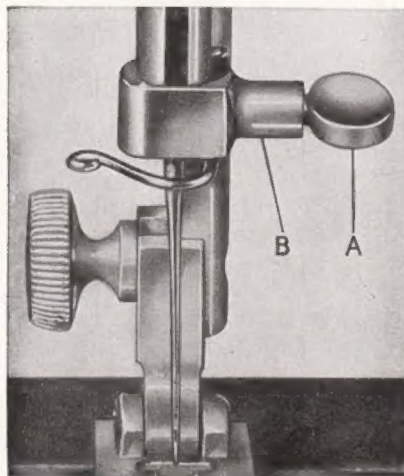

Abb. 3.
Die Nadelhalterschraube (A in Abb. 3) lösen. Die Nadel in den Nadelhalter (B) einsetzen und ganz nach oben schieben. Achten Sie darauf, dass die flache Seite der Nadel von Ihnen abgewendet ist! Dann Nadelhalterschraube fest anziehen und kontrollieren, ob die Nadel richtig eingesetzt ist. Die lange Rinne über dem Ohr muss Ihnen zugewendet sein. Die Doppelna- del ist auf gleiche Weise einzusetzen.